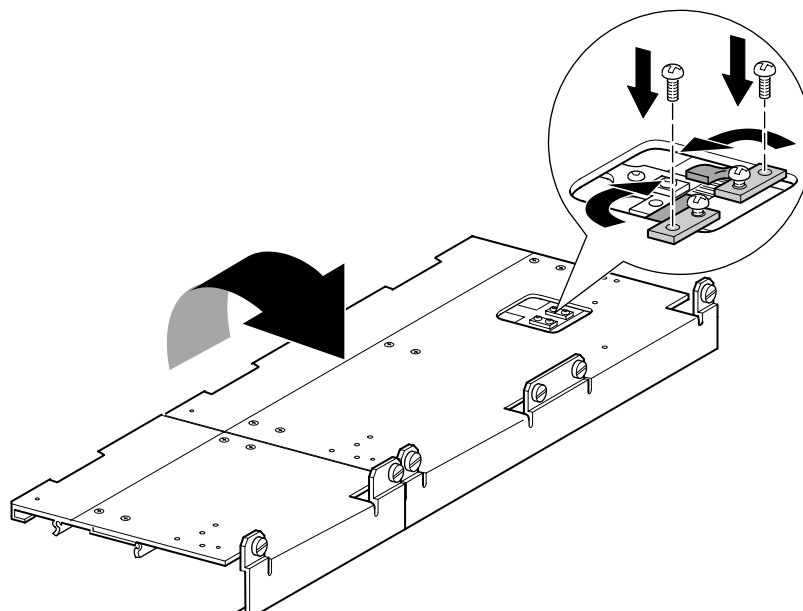

図2-22: ベルトブロック上のタイミングベルト
7. タイミングベルトの両端を、ベルトブロックの上に置きます (図2-22を参照)。